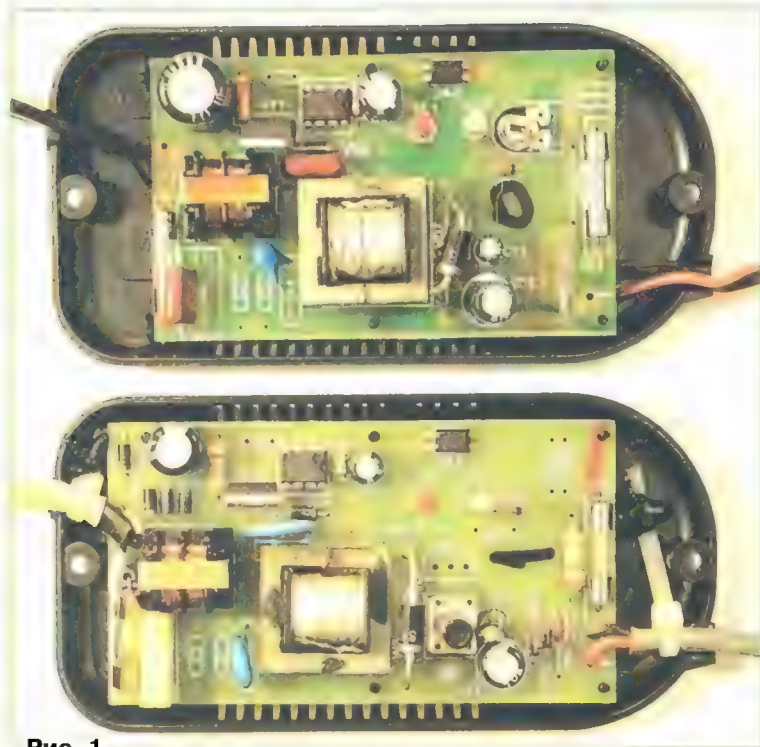

Рис. 1
На рис. 1 внизу показан вид на монтаж этого ЗУ после ремонта и доработки, а сверху — аналогичного ЗУ "Сонар УЗ 205.01" как есть, т. е. в состоянии поставки. Проверка деталей задымивше-
Был и другой дефект в монтаже сетевого шнура: расстояние между контактами для припайки сетевых проводов составляло всего 2 мм, что таило в себе большую опасность самовозгорания платы. Чтобы этого не случилось, один из сетевых проводов был перепаян таким образом, что минимальное расстояние между сетевыми контактами увеличилось до 7 мм (для этого пришлось приподнять над платой плавкую вставку F1, а лишнюю часть печатного проводника удалить). В завершение на обе пары проводов (сетевых и идущих к аккумуляторной батарее) надеты пластиковые трубки, после чего они надёжно закреплены в корпусе, как показано на нижнем фото рис. 1.
2. Сетевой провод питания и провод для подключения к аккумуляторной батарее были припаяны непосредственно к контактным площадкам печатных проводников (предусмотренные для них отверстия в плате не использовались, что хорошо видно на верхнем фото рис. 1), при этом к корпусу ЗУ эти провода ничем не крепились, готовые оторваться в любой момент вместе с печатными проводниками. При доработке оба провода были пропущены через предназначенные для них отверстия в плате и только затем припая-
6. Импульсный трансформатор изготовлен небрежно. Ферритовый магнитопровод свободно болтался в каркасе катушки. Дефект устранён приклеиванием магнитопровода к каркасу моментальным цианакриловым клеем. Во втором ЗУ (верхнее фото на рис. 1) магнитопровод трансформатора был склеен с большим перекосом и также не зафиксирован в катушке и не обмотан "традиционным" китайским жёлтым скотчем. Кроме того, этот магнитопровод из электропроводного феррита одной стороной соприкасался с выводом диода Шотки VD8, а другой "тёрся" о сгоревший в первом ЗУ плёночный конденсатор C10. Если бы и во втором ЗУ C10 успел сгореть, то сетевое напряжение могло бы попасть во вторичную цепь.
рис. 1 не показан). Температура корпуса транзистора понизилась примерно до 75 °C при комнатной температуре 28 °C. Такой высокий нагрев высоковольтного транзистора намекает на низкое качество феррита импульсного трансформатора, который, кстати, также очень сильно нагревается.